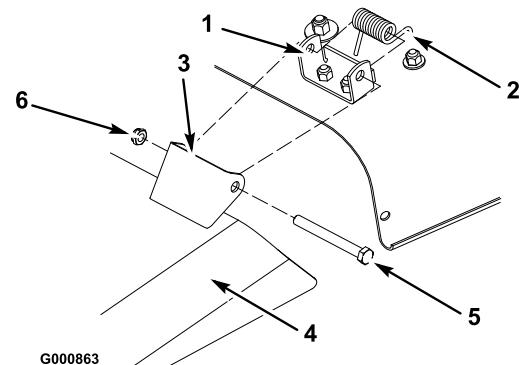

Bild 54
2. Setzen Sie die Federn in die Mähwerkhalterungen, und zwar mit den Hakenenden über der erhobenen Rückseite (Bild 54).
3. Fluchten Sie das Ablenkblech mit den Löchern in den Halterungen und den geraden Enden der Feder unter dem Scharnier sowie über dem Ablenkblech aus (Bild 54).
1. Entfernen Sie die Sicherungsmutter, Schraube und die Feder, mit denen das Ablenkblech an den Mähwerkhalterungen befestigt ist (Bild 54). Entfernen Sie defekte oder abgenutzte Ablenkbleche.